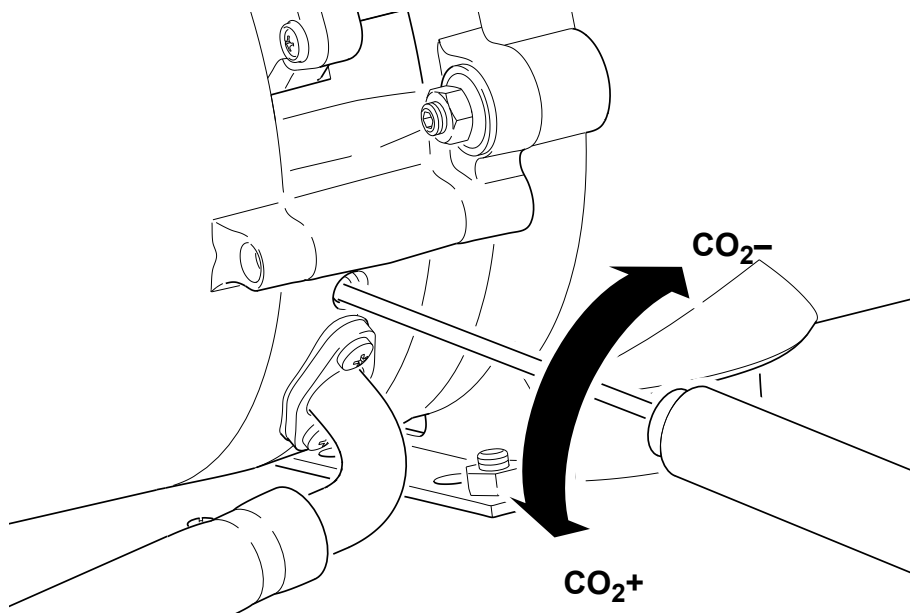

Fig. 701 Réglage du taux de CO₂ dans les gaz d'échappement
Pour régler le taux de CO₂ dans le gaz d'échappement, utiliser la vis de réglage située sur le raccord de gaz sur le chauffage autonome (voir Fig. 701).
4. Placer la clé Allen dans la vis de réglage sur le raccord de gaz (voir Fig. 701) et tourner la vis de réglage jusqu'à atteindre la valeur cible.